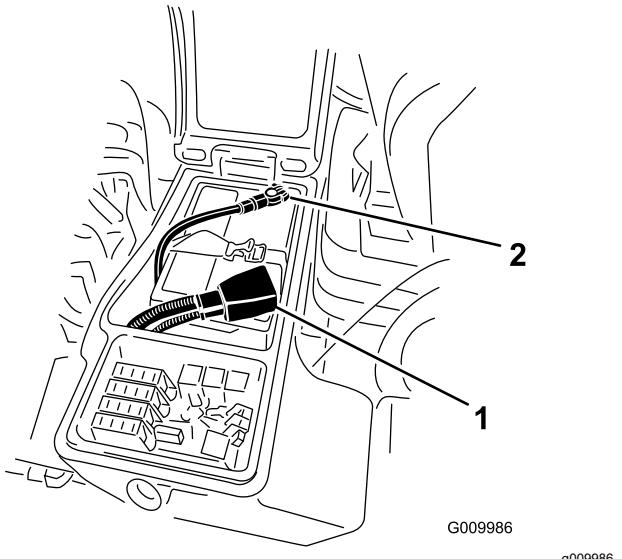

図 66
- バッテリーのマイナス-端子からマイナスケーブル黒を外し、次に、プラス+端子からプラスケーブル赤を外す図 66。
- 赤いケーブルをバッテリーの端子に、黒いケーブルはバッテリーの端子に固定する図 66